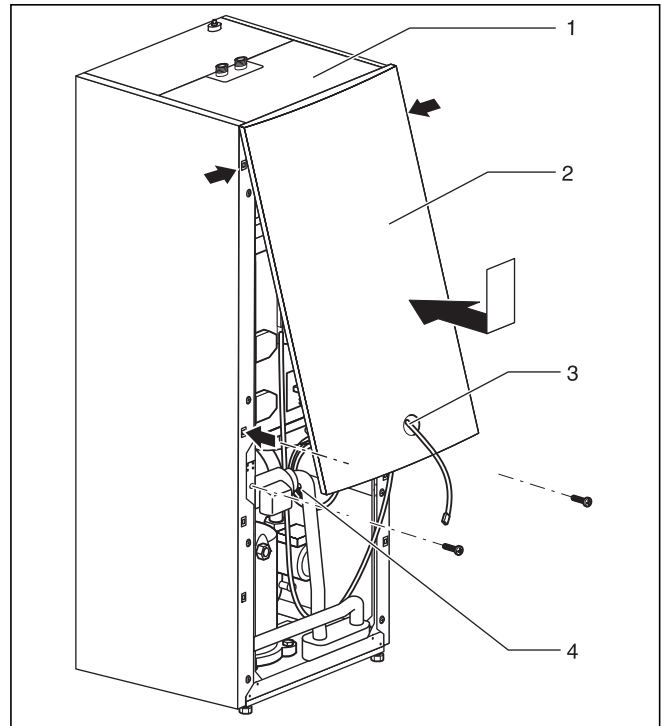

Bild 6.21 Montera främre inklädnaden
- Dra anslutningskabeln med kontakten för manöverpanelen (bild 6.21, pos. 3) och, vid användning av vrnetDIALOG (tillbehör) även vrnetDIALOG-kontakten (4) (230 V spänningsförsörjning), genom öppningen på den övre främre täckplåten (2).
- Haka fast den främre övre täckplåten i den övre plåten (bild 6.21, pos. 1) och tryck fast den i clipsfästena på ramen. Sätt fast täckplåten med två skruvar, se bilden 6.20.